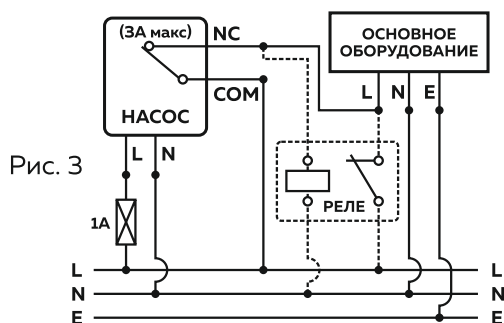

Рис. 3
3. Аварийная схема. Для того, чтобы предотвратить ущерб из-за протечек в случае выхода дренажного насоса из строя, настоятельно рекомендуется подключить аварийную опцию (ALARM). Коммутационная способность контактов аварийной схемы 3А/~240В. Если в вашем случае этого недостаточно, используйте дополнительное реле (см. Рис.3)